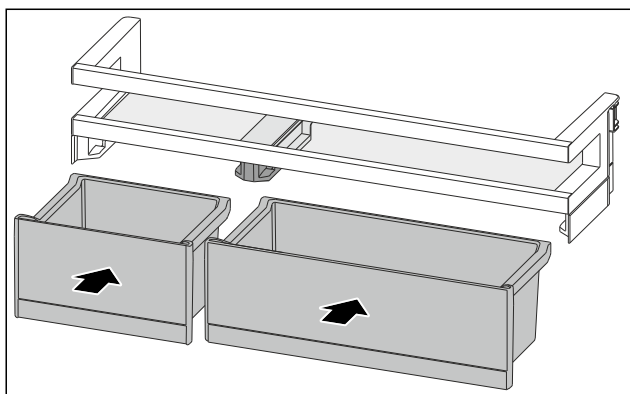

Fig. 108
- ▶ 排列互换后装入 VarioBox。[参见 Fig. 108]